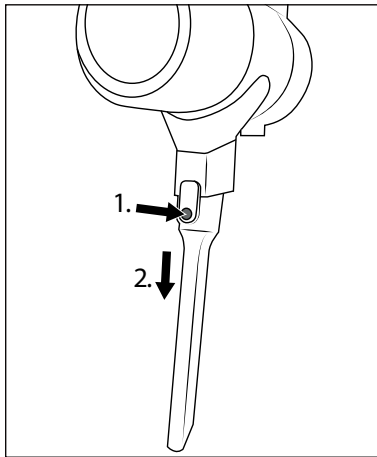

Abb. 14
- ◆ Zum Entfernen des Zubehörs halten Sie die Entriegelungstaste am Zubehör gedrückt und ziehen Sie dann das Zubehör vom Saugrohr **23** oder von der Saugöffnung des Gerätes ab (siehe Abb. 14).